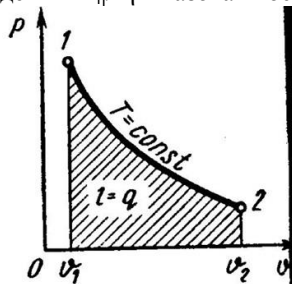

Рис. 4.3. Изотермический процесс идеального газа
3). Изотермический процесс (Рис.4.3).